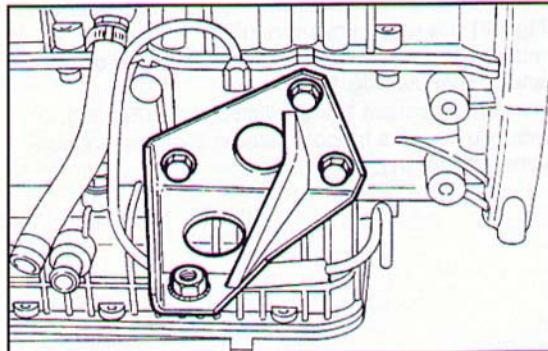

Fig. 74 ▲
- svitare le tre viti e rimuovere (sui due lati) le staffe supporto motore (Fig. 74);
- unscrew the three screws and remove (from both sides) the engine support brackets (Fig. 74);